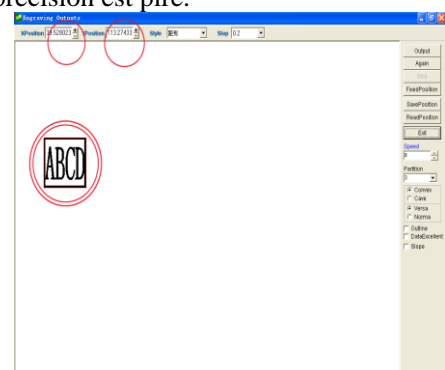

图6-1
Interface Fig.6-1
- (1) Prendre le coin supérieur gauche du sceau comme point de base d'orientation, elle se réfère à la taille réelle du sceau scanning domaine; Auto calculer la zone de numérisation automatique; Set AA fichier pour sceller rectangle (analyse des fichiers zone est rectangle), sculpter et de sortie par point, entrer dans l'interface (Fig.6-1), il y a un graphique correspondant à montrer la place actuelle dans l'interface de position (fig. 6-1 marqué par «cercle»)
- (2) Mettez la machine laser et allumez le laser, d'ajuster un petit 5 (current-8mA) et assurer la connexion est bien. Cliquez sur la sculpture et la production dans le logiciel, puis la tête du laser se déplace à l'endroit actuel de la coordonner, si le lieu actuel est trop loin de la gauche capot supérieur de l'attache ou le lieu désigné, utilisez la souris pour faire glisser la marque fichier. (Fig.6-1 marquée par le "cercle") jusqu'à la place correspondent bien.
- (3) La machine de gravure se dessine le cadre de la position actuelle par preview position. (La taille du cadre de position est la même que celle de la garniture de votre choix).
- (4) Observer la position attiré par machine de gravure, vous pouvez ajouter ou diminuer "abscisse" et "coordonnée Y" ou "+", "-" (Fig.6-1 marquée par le "cercle") par ?, ?, ?, ?. Déplacez-le vers le coin en haut à gauche de la pince (Vous pouvez aussi mettre une taille de gravure matériel <nom du matériel doit se conformer à la taille définie par logiciel>, et placer une planche en plastique transparent ou tranche, baissez le courant et observer si la places match bien entre les cadres de position et le matériel.)